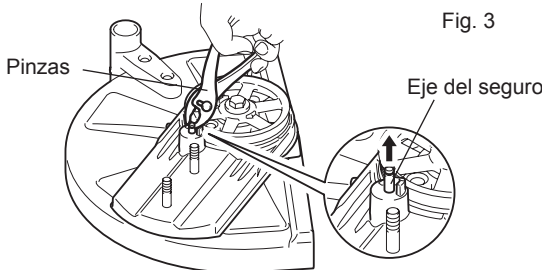

Fig. 3
- (4) Levante el eje del seguro con un destornillador acanalado o con unas pinzas. (Fig. 3)